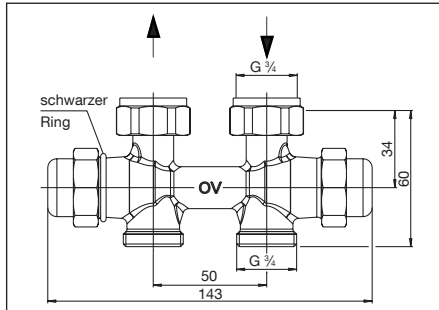
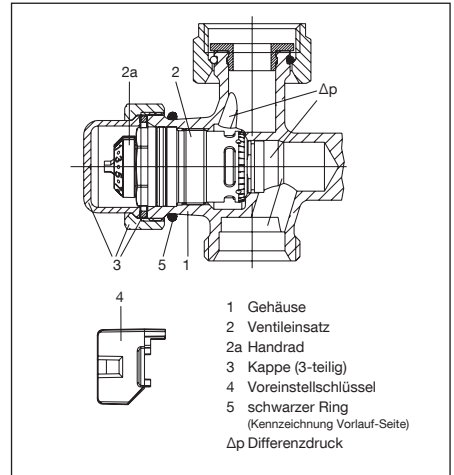
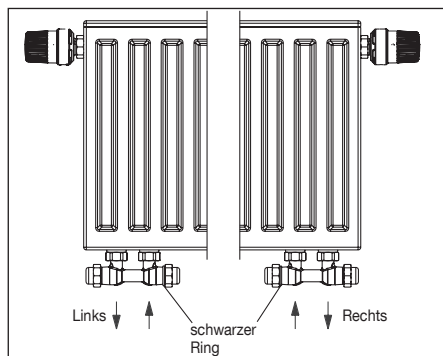

Abb. 3 Durchgang
Abb. 5 Aufbau Durchflussregler
Abb. 6 Zuordnung der Ausführung links / rechts
Der maximale Volumenstrom kann durch Voreinstellung mit dem Voreinstellschlüssel (Pos. 4, Abb. 5) eingestellt werden (siehe Punkt 6.2.1).
Mit angeschlossenem Messgerät wird der anstehende Differenzdruck am Ventilgehäuse gemessen. Hierzu muss zunächst die Kappe (Pos. 3, Abb. 5) abgeschraubt werden, dann der Ventileinsatz (Pos. 2, Abb. 5) mittels „Demo-Bloc“ herausgeschraubt und anschließend der Differenzdruck mit der Differenzdruckmessspindel gemessen werden. Sobald der gemessene Differenzdruck gleich oder größer als der Differenzdruck $\Delta p_{\min}$ (siehe 4.1) ist, steht ausreichend Differenzdruck für die automatische Durchflussregelung der Armatur zur Verfügung.
Die Verschraubung „Multiflex FQ“ muss in der vorgegebenen Durchflussrichtung durchströmt werden (siehe Abb. 3, 4 und 6). Die Position des Vor- und Rücklaufanschlusses ist unbedingt einzuhalten. Der Vorlauf muss an der Armaturenseite des Durchflussreglers, gekennzeichnet durch einen schwarzen Ring (Pos. 5, Abb. 5), angeschlossen werden. Bei der Eckform sind die Ausführungen links bzw. rechts erhältlich (Zuordnung s. Abb. 6).
2. Ventileinsatz „QA“ (Pos. 2, Abb. 5) und Absperein-satz „Combi LR“ auf der Gegenseite mit Schlüssel SW 19 aus dem Gehäuse herausschrauben.
4. Den schwarzen Ring (Pos. 5, Abb. 5) zur Kenn-zeichnung des Vorlaufanschlusses demontieren und auf der Gegenseite („QA“-Ventileinsatz) an-bringen.
Bei der Montage der Rohrleitungen auf parallele und spannungsfreie Zuführung achten. Die Position des Vor- und Rücklaufanschlusses ist unbedingt einzuhal-ten, da die Verschraubung in der vorgegebenen Durch-flussrichtung durchströmt werden muss. Die Seite der Armatur, an die die Vorlaufleitung angeschlossen wer-den muss ist durch einen schwarzen Ring gekenn-zeichnet (Pos. 5, Abb. 5).
Zunächst die Kappe der Vorlaufseite (Kennzeichnung schwarzer Ring, Pos. 5, Abb. 5) entfernen.
Die Voreinstellung entsprechend dem gewünschten Wert mit dem Voreinstellschlüssel (Pos. 4, Abb. 5) einstellen. Die Einstellung kann nur mit dem beiliegenden Voreinstellschlüssel durch Aufsetzen auf das Handrad (Pos. 2a, Abb. 5) erfolgen. Dies schützt vor einer Manipulation durch Unbefugte.
1. Kappe der Vorlaufseite (Kennzeichnung schwarzer Ring, Pos. 5, Abb. 5) entfernen.
Der Ventileinsatz (Pos. 2, Abb. 5) ist ohne Entleeren der Anlage mittels „Demo-Bloc“ aus dem Gehäuse (Pos.1, Abb. 5) zu schrauben.